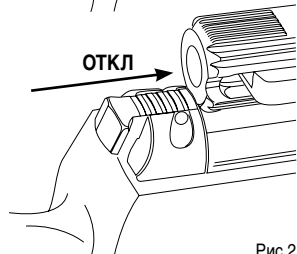

Рис.2
- чтобы снять винтовку с предохранителя, необходимо перевести кнопку предохранителя в положение ОТКЛ, как изображено на рис.2. В данном положении ваша винтовка готова к осуществлению выстрела.